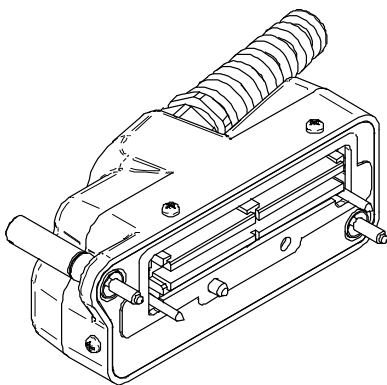

図 L-3 Evident 製 ECA プロブコネクタ
- 一番目のタイプは、Evident 製 ECA プロブコネクタです (182 ページの図 L-3)。